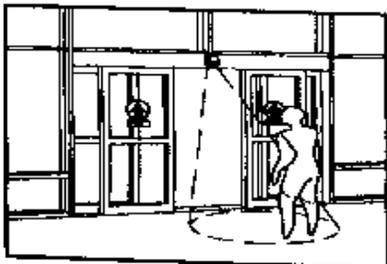

Figura 1
1. Revise el sensor electrónico, caminando hacia la puerta a una velocidad moderada. La puerta debe empezar a abrir cuando usted está cerca de 1524 mm (5') de la puerta, debe correrse suavemente y parar sin impactarse. Repita del otro lado de la apertura. Muévase despacio a través de la puerta 150 mm / seg. (6 pulgadas / segundo). La puerta debe permanecer abierta. (Vea la figura 1).